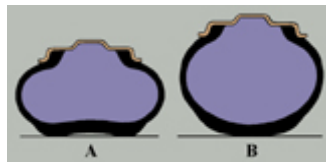

Fig. 24
- **Bajo inflado (fig. 24 - A)**
- **Sobre inflado (fig. 24 - B)**